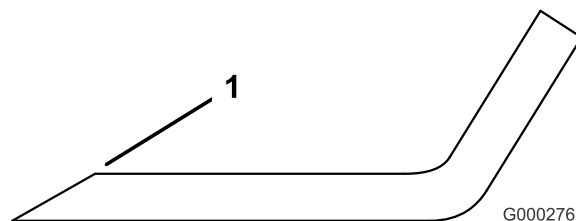

Figure 93
1. Au moyen d'une lime, aiguiser les tranchants aux deux extrémités de la lame (Figure 93). Veillez à conserver l'angle de coupe d'origine. Limez la même quantité de métal sur chacun des deux tranchants pour ne pas déséquilibrer la lame.